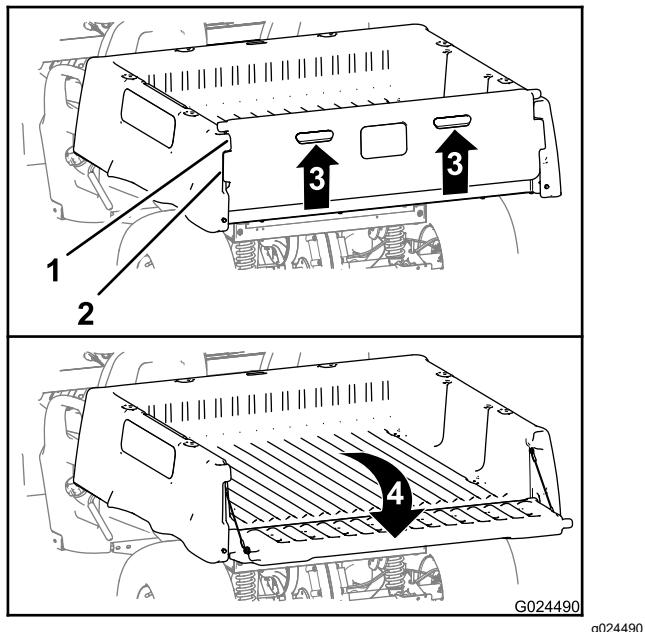

图 15
- 向上拉起尾门后面板上的手指拉扣图 15。
- 将尾门的锁紧法兰与货斗两个尾门法兰之间的开口对齐图 15。
- 向后下方旋转尾门图 15。
- 向前上方旋转尾门直到尾门的锁紧法兰与货斗中的尾槽齐平图 15。
- 将尾门放下直至其落到货斗背部图 15。